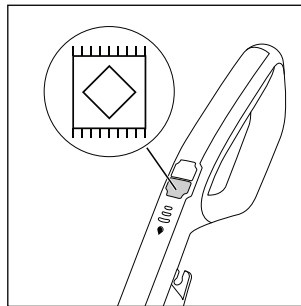

Abb. 17
- ◆ Um das Gerät einzuschalten, drücken Sie den Schalter Teppichboden  **13** (siehe Abb. 17). Die LED des Schalters Teppichboden  **13** leuchtet blau.
- ♦ Drücken Sie zum Ausschalten des Gerätes erneut den Schalter Teppichboden  **13** (s. Abb. 17).